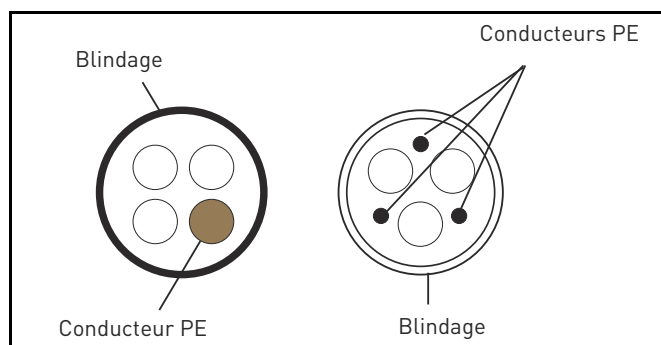

Figure 16. Exemple avec câble triphasé
- 2 = Câble d'alimentation symétrique avec fil coaxial de protection et conçu pour la tension secteur spécifique. (Modèle MCMK ou similaire recommandé.) Voir la Figure 16.
- 3 = Câble d'alimentation symétrique à blindage faible impédance compact et conçu pour la tension secteur spécifique. [Modèle MCCMK, EMCMK ou similaire recommandé ; impédance de transfert recommandée pour le câble (1...30 MHz) max. 100 mohm/m]. Voir la Figure 16.